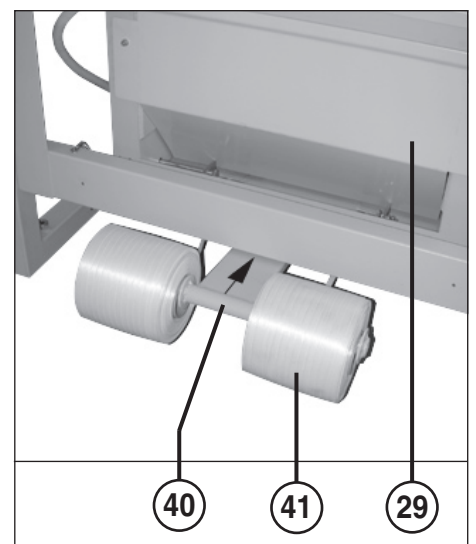

fig. 5
- 29 = Cover (fig. 5)
- 40 = Strap roll holder (fig. 5)
- 41 = Strap roll (fig. 5 und 17)
INSTALLING THE STRAP ROLLS (Fig. 5):